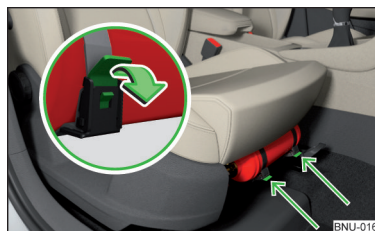

Abb. 307
- › Zum **Abnehmen** des Feuerlöschers die Sicherungen an den beiden Gurten in Pfeilrichtung lösen » Abb. 307 und den Feuerlöscher abnehmen.